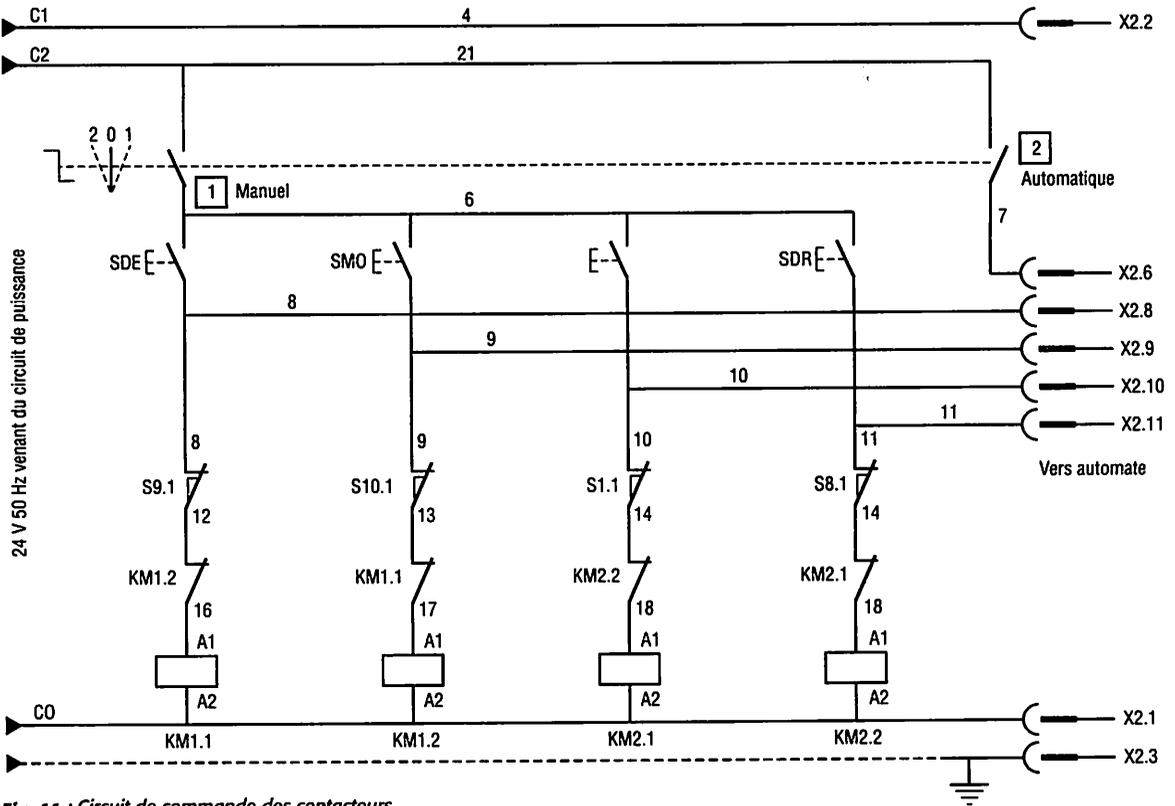

Fig. 11 : Circuit de commande des contacteurs.
5.3 Circuit de commande (fig. 11)